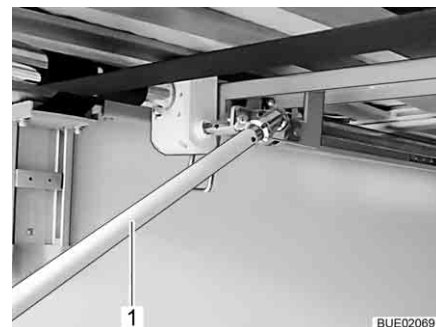

Fig. 120 Manivelle dans le garage arrière
- Pour relever le lit : tourner la manivelle (Fig. 120,1) dans le sens des aiguilles d'une montre.
Pour abaisser le lit : tourner la manivelle (Fig. 120,1) dans le sens inverse des aiguilles d'une montre.